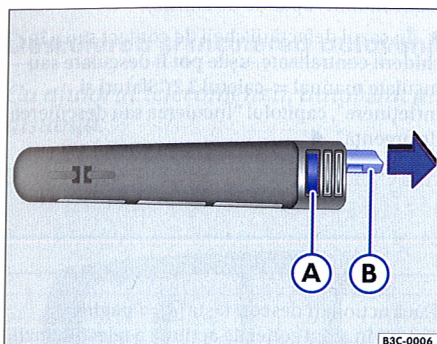

Fig. 28 Telecomanda: Scoaterea cheii de urgență
– Apăsați tasta ⇒ fig. 28 (A) din telecomandă și trageți cheia de urgență (B).
Capătul superior al cheii de urgență scoase puțin, poate fi utilizat de ex. pentru prinderea cheii într-o legătură de chei ⇒ fig. 28. Pentru aceasta scoateți cheia de urgență numai până la prima treaptă din cheia cu telecomandă. ◀